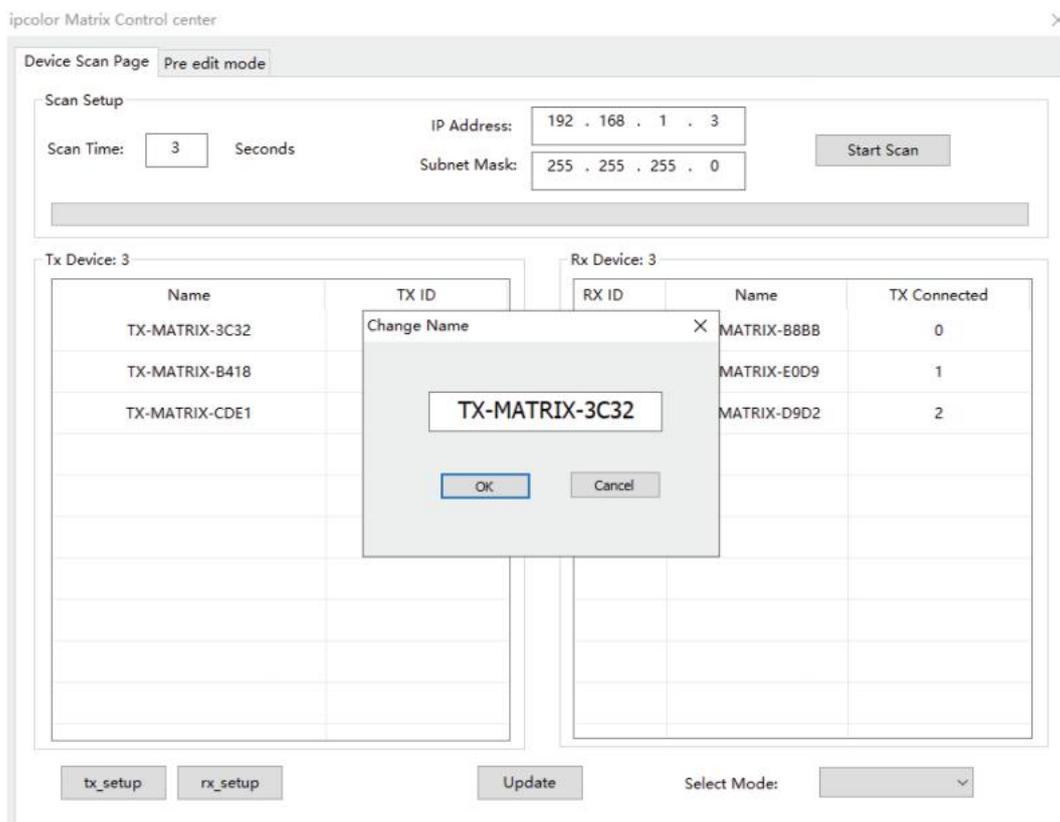

Figura 4
3) Configuración del nombre del dispositivo como en la Figura 4.